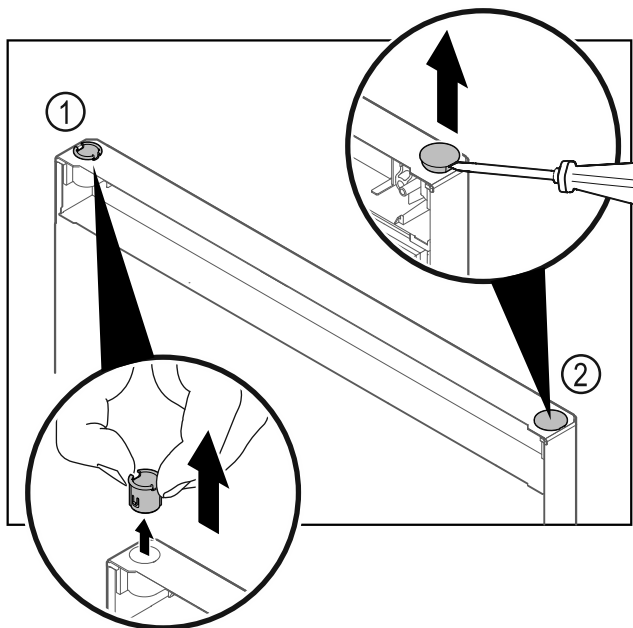

Fig. 24
- ▶ Izvucite čahuru šarke Fig. 24 (1) prstima.
- ▶ Odvijačem s ravnom glavom oprezno podignite čep Fig. 24 (2) i izvadite ga.